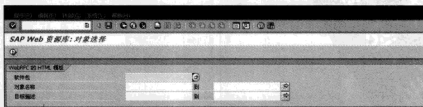

图 15-2 对象选择界面
STEP 2 单击“”按钮，进入对象选择界面，不用输入任何信息，直接单击“”按钮执行即可，如图 15-2 所示。